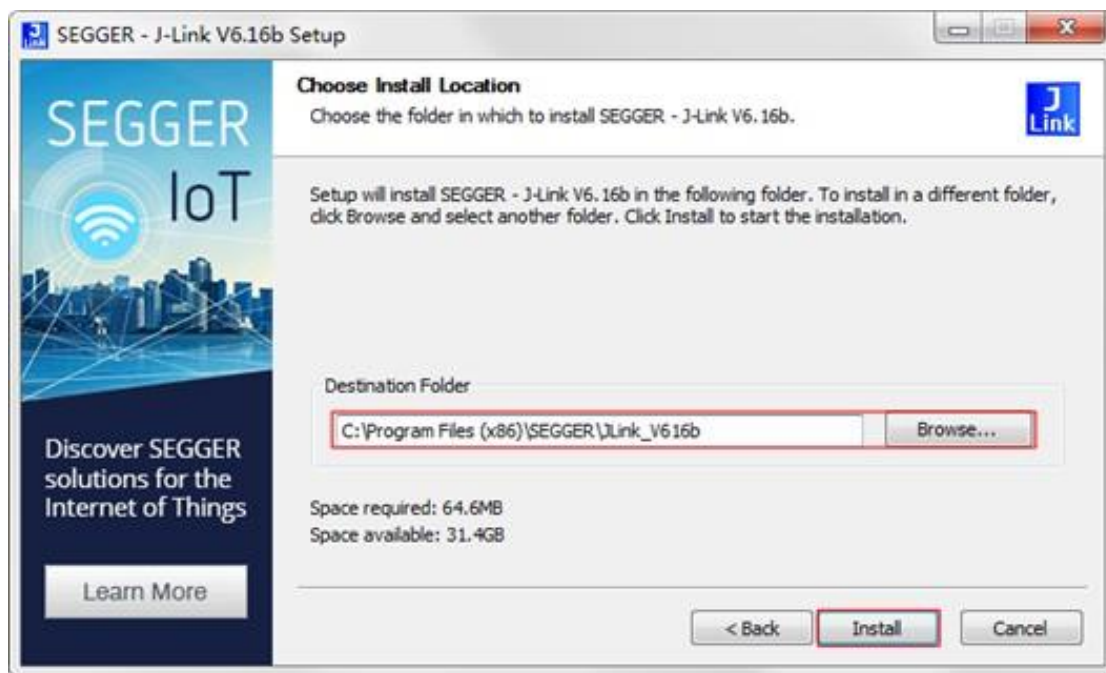

图 2.26 J-Link 软件选择安装目录
(3) 选择安装路径为默认安装路径 (如有特殊需要可点击 **【Browse】** 选择其它安装路径)，然后点击 **【Install】**，如图 2.26 所示。